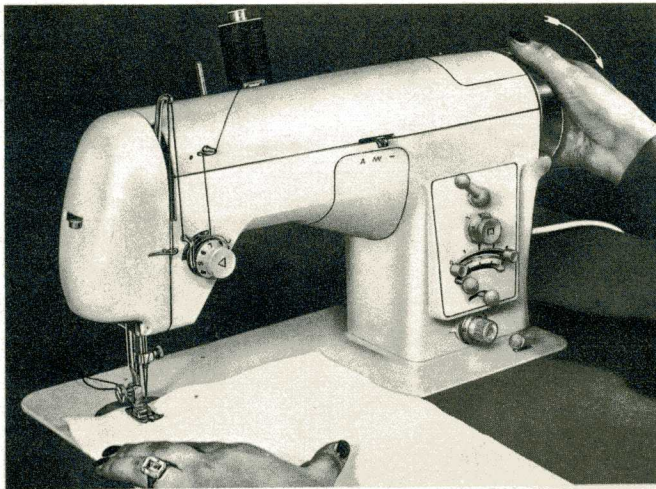

FIG 22
2/E-1 Tenir l'extrémité du fil supérieur et faire faire environ un tour au volant dans le sens indiqué à la fig. 22.
**OBSERVATIONS IMPORTANTES :** Le sens de rotation de la machine doit toujours être celui de la flèche (fig. 22); jamais dans le sens contraire. En outre, ne jamais mettre en marche la machine avec le fil sans avoir au préalable placé un morceau d'étoffe sous le pied presseur, car les fils s'enchevêtreraient au risque de bloquer la navette et par suite la machine.